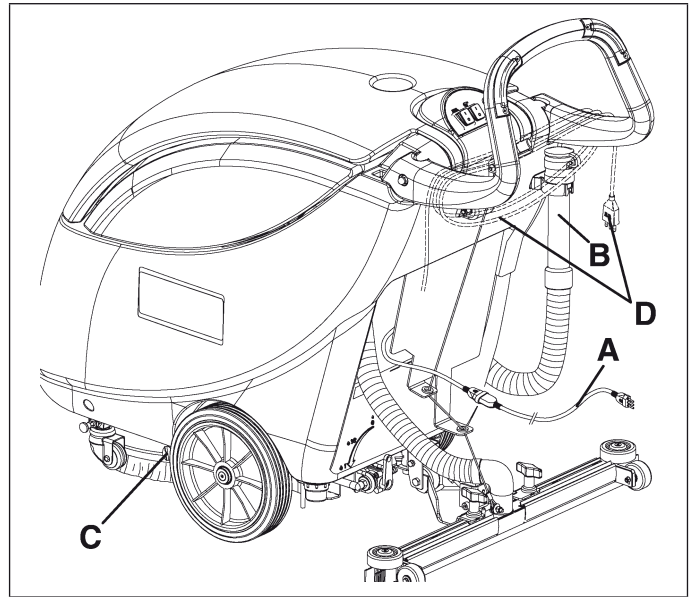
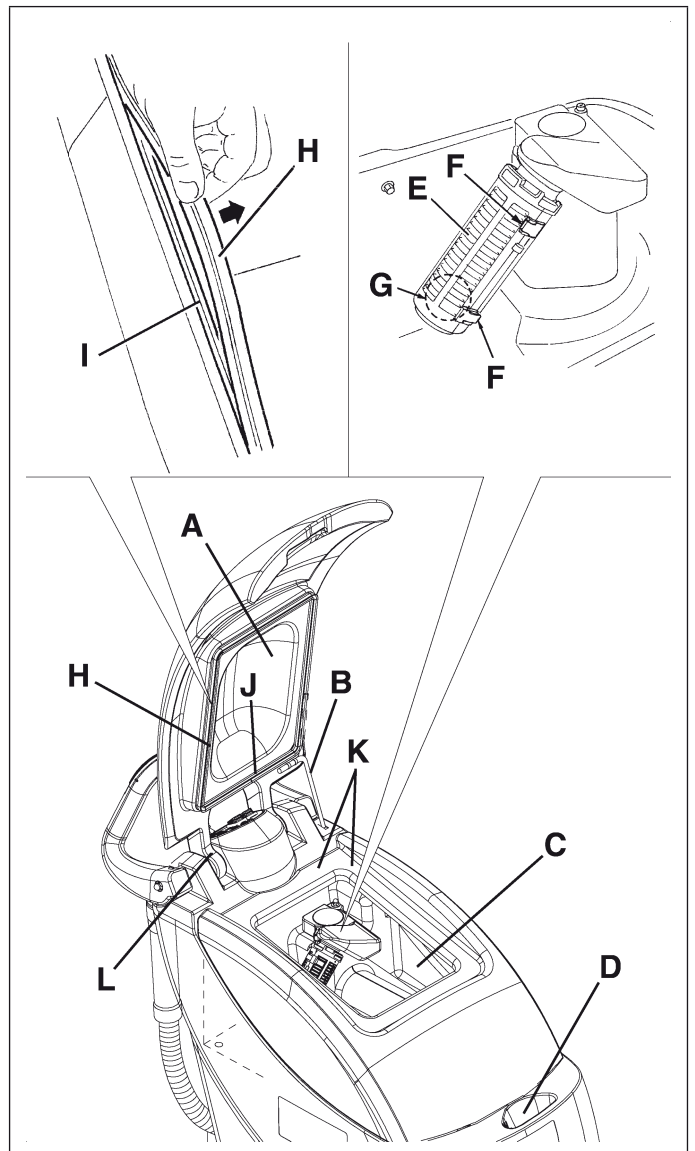

Figure 18
Figure 19
1. Controlar que el cable de alimentación (A, Fig. 18) esté desconectado de la red eléctrica. Envolver el cable de alimentación alrededor del manillar, en posición (D).
3. Levantar la tapa (A, Fig. 19) e introducir el soporte (B) de la tapa, luego lavar con agua limpia la tapa misma, los depósitos (C y D) y la rejilla de aspiración (E). Descargar el agua de los depósitos mediante el tubo (B, Fig. 18) y la válvula (C).
4. Si necesario, desenganchar los retenes (F, Fig. 19) y abrir la rejilla (E), luego quitar el flotador (G), limpiar la partes con cuidado, luego montar de nuevo.
5. Controlar la integridad de la guarnición (H, Fig. 19) de la tapa del depósito del agua de recuperación.
La guarnición (H, Fig. 19) causa la formación de vacío en el depósito, necesario para la aspiración del agua de recuperación.
Si necesario, sustituir la guarnición (H, Fig. 19) de su alojamiento (I) para sustituirla.
6. Controlar que toda la superficie perimetral (K, Fig. 19) de apoyo de la guarnición (H) no esté dañada y que sea adecuada para la estanqueidad de la guarnición misma.
7. Controlar que el orificio de ventilación (L, Fig. 19) no esté obstruido; de lo contrario, limpiarlo.
El orificio (L, Fig. 19) permite la compensación de aire en el intersticio de la tapa, causando la formación de vacío en el depósito.
8. Cerrar la tapa (A, Fig. 19) tras haber quitado el soporte (B) de la tapa.